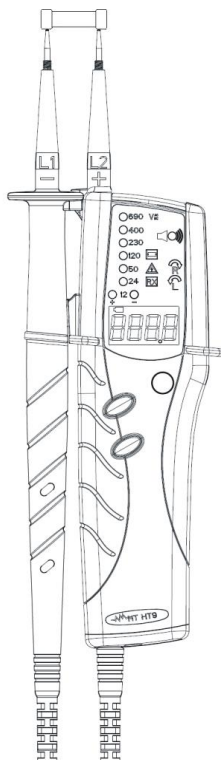

Fig. 6: Test continuità
1. Collegare i terminali di misura L1 e L2 all'oggetto in prova (vedere Fig. 6).